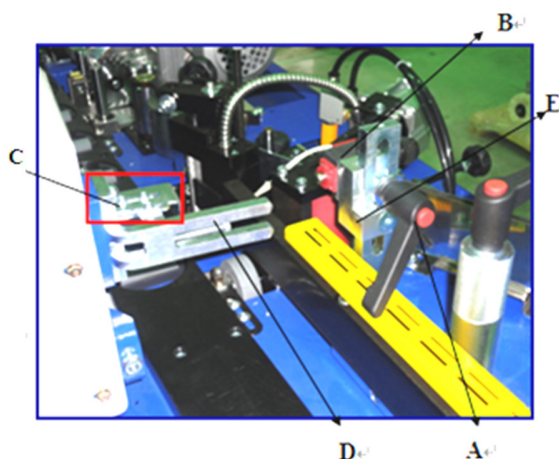

Рисунок 38
Система разблокировки, показанная на рис.38, имеет различные функции:
- Винт **A** (рис. 38) регулирует зазор ременного подающего механизма и, следовательно, давление бокового перемещения, которое обеспечивает надлежащее склеивание. Боковой прижим не должен быть чрезмерным, в противном случае, все модули попадут под нагрузку. Боковой прижим обычно устанавливается производителем при тестировании станка.*
(рис. 38) немедленно останавливает все функции станка, кроме клеевой ванны. Открытие ремennого подающего устройства имеет то же действие, что и аварийный выключатель. Перезапуск станка выполняется переключением в положение Вкл. Детали этой важной системы безопасности всегда должны быть исправны.
- с) Система трения скольжения □ (рис. 38) удерживает алюминиевый блок на месте, когда ремennое подающее устройство открыто. Когда ремennое подающее устройство закрыто, происходит специальный электрический контакт, разрешая запуск станка.
Для различных операций (т.е.: облицовка чувствительного материала), возможно УМЕНЬШИТЬ боковой прижим, регулируя винт **D** (рис. 38), который действует в качестве упора на подающем узле.
Следовательно, необходимо повторно установить специальный электрический контакт □ (рис. 38), используя винты на впазах □ (рис. 38).